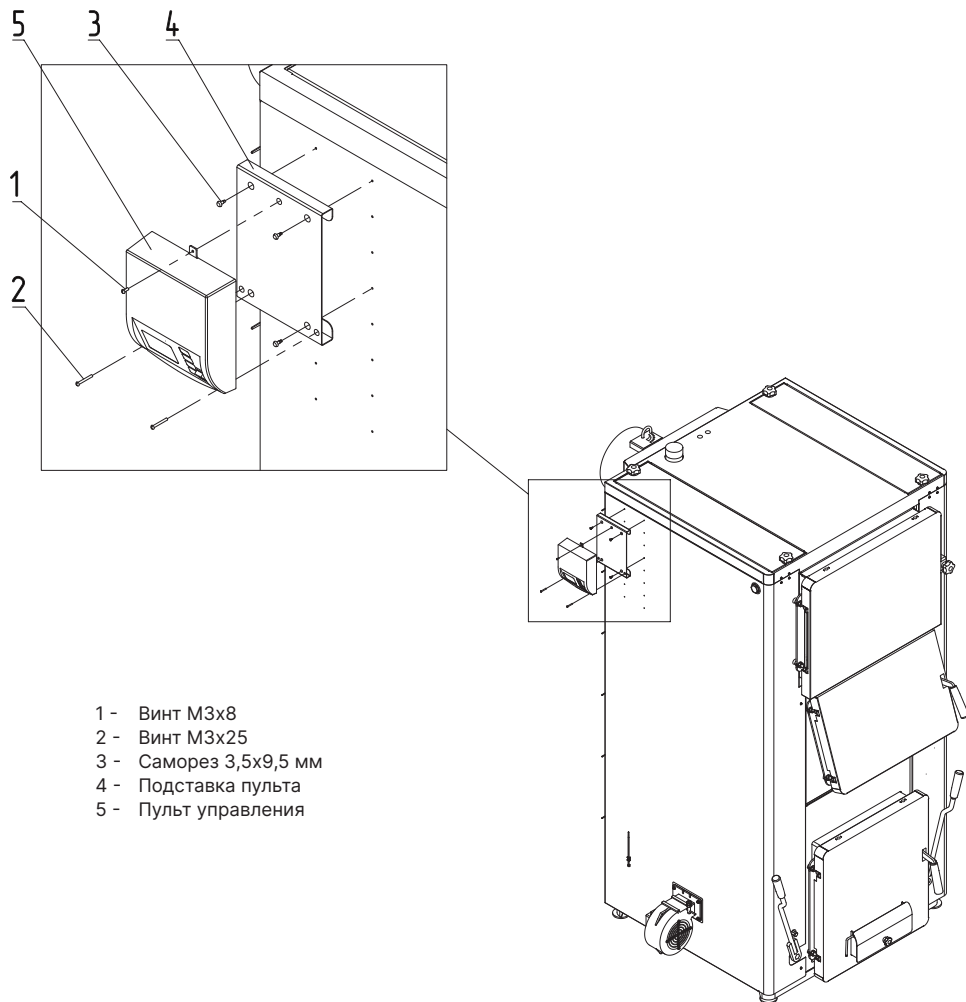

Рис.20 Установка пульта управления на котел ZOTA Magna 60 - 100 кВт
- Закрепить подставку пульта (Рис.20, поз.4) саморезами (Рис.20, поз.3) на левой или правой стенке котла;
- На подставку пульта установить пульт управления (Рис.20, поз.5) и зафиксировать его винтами (Рис.20, поз.1, поз.2).